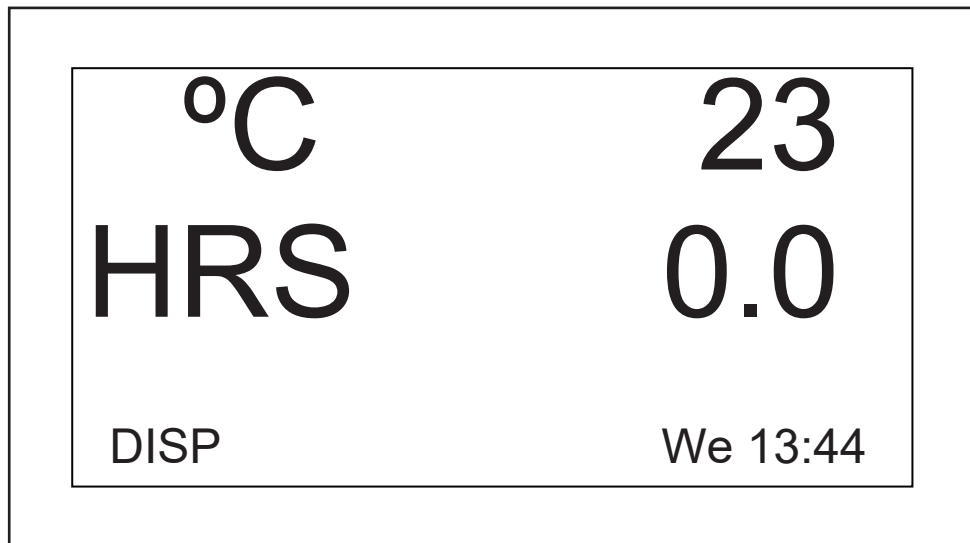

Рис. 9-2: Измененные параметры дисплея
4. Нажмите на ручку для установки и сохранения параметра (см. рис. 9-2 на стр. 51).